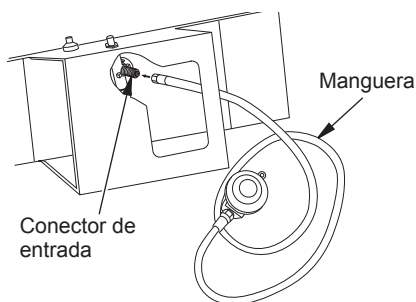

Figura 4. Manguera y conector de entrada
3. Conecte la manguera a la entrada de la válvula (consulte la figura 4). Apriete firmemente usando una llave.